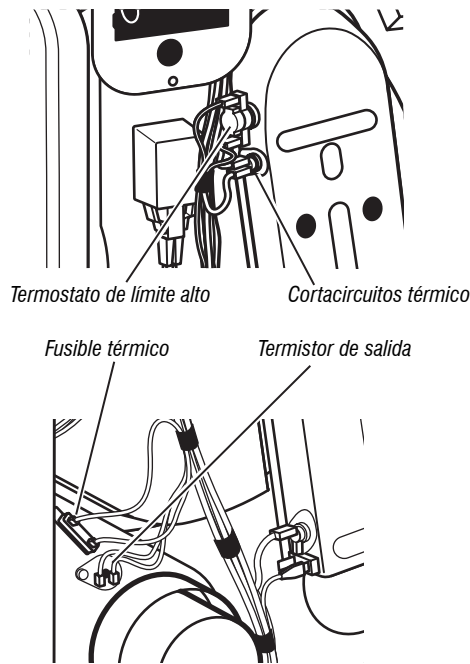

Figura 9: Componentes térmicos, secadora a gas
4. Localice el termostato de límite alto (consulte la Figura 9). Mida la continuidad conectando las sondas del medidor con los terminales de cable negro y azul claro.